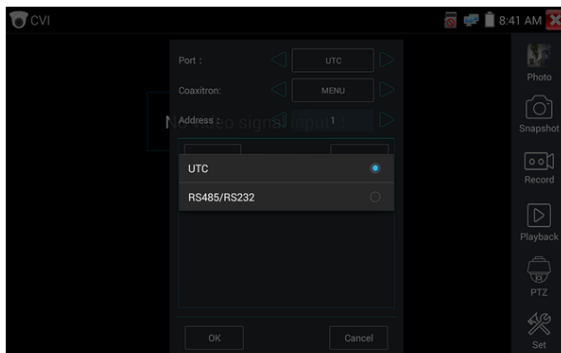

Рис. 73 Выбор UTC для управления PTZ камерой
- 2) Выберите в настройках PTZ порт (Port) – UTC – управление по коаксиальному кабелю (рис. 73) Значение MENU – вызывает OSD меню самой видеокамеры;